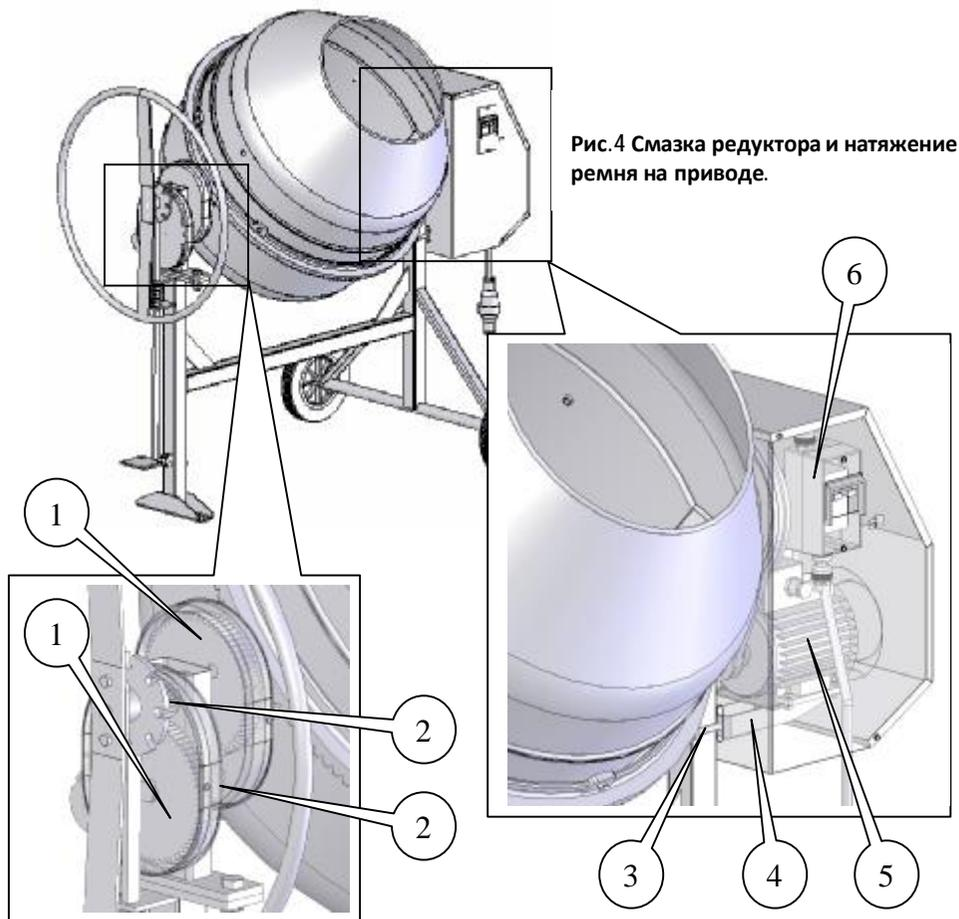

Рис.4 Смазка редуктора и натяжение ремня на приводе.
- При ослаблении натяжения ремня в процессе работы его необходимо периодически подтягивать. Для этого необходимо снять кожух привода, ослабить гайку поз.3 (рис.4) и осуществить натяжение, переместив подmotorную плиту поз.4 с закрепленным электродвигателем поз.5 по пазам вниз. Закрыть гайку поз.3, закрыть крышку привода.
- Делая обслуживание по ТО, шестерни редуктора механизма опрокидывания поз.1 и поз.2 (рис.4), можно смазать не снимая защитного кожуха. Для этого откручиваем сбоку по одному винту крепления кожуха с каждой стороны относительно стойки. Через отверстия шприцем закачать пресс солидол «Ж» и закрутить винты обратно.